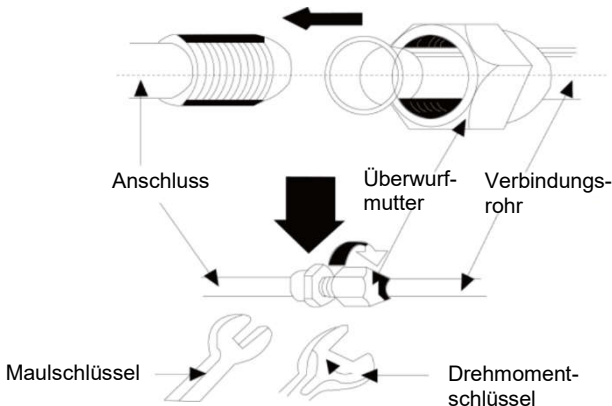

Abb. 7-2: Anschluss des Verbindungsrohres
4. Entfernen Sie die Schutzverschlüsse von den Verbindungsrohren. Zentrieren Sie den aufgeweiteten Stutzen des Verbindungsrohres mit dem Rohr- und dem Ventilanschluss, schrauben Sie die Überwurfmutter des Rohres von Hand auf, dann ziehen Sie mit einem Schlüssel fest, wie in Abb. 7-2 gezeigt.